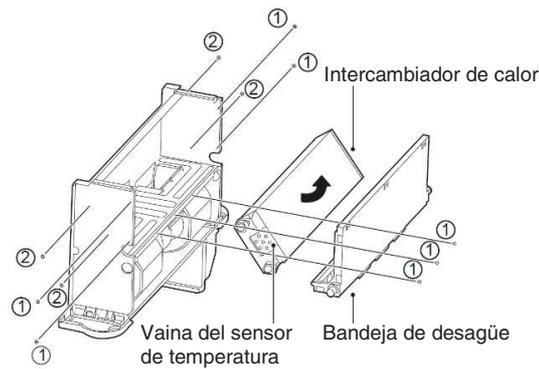

Figura 5-18
Para extraer la bandeja de desagüe, retire los tornillos ①x7 como se indica en la Figura 5-18.
Gire la batería en la dirección que se muestra en la Figura 5-18.